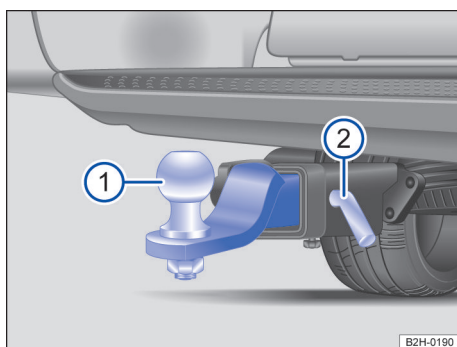

Fig. 146 Bajo el paragolpes trasero: montar el enganche para remolque.
- ① Enganche para remolque
- ② Perno de cierre
3. Desencajar el perno de cierre → fig. 146 ② del alojamiento.
4. Arrancar por remolcado el enganche para remolque → fig. 146 ① del alojamiento.